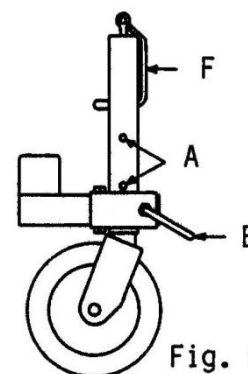

Fig. 8.
2. Flyt mindst en af støttehjulets stoptaster (Fig. 8.) ned under spændebeslaget. Spænd skruehåndtaget E og skru støttehjulet ned indtil prodsøjet er frigjort. Fjern trækbolten
2. Skru støttehjulet op (Fig. 8).